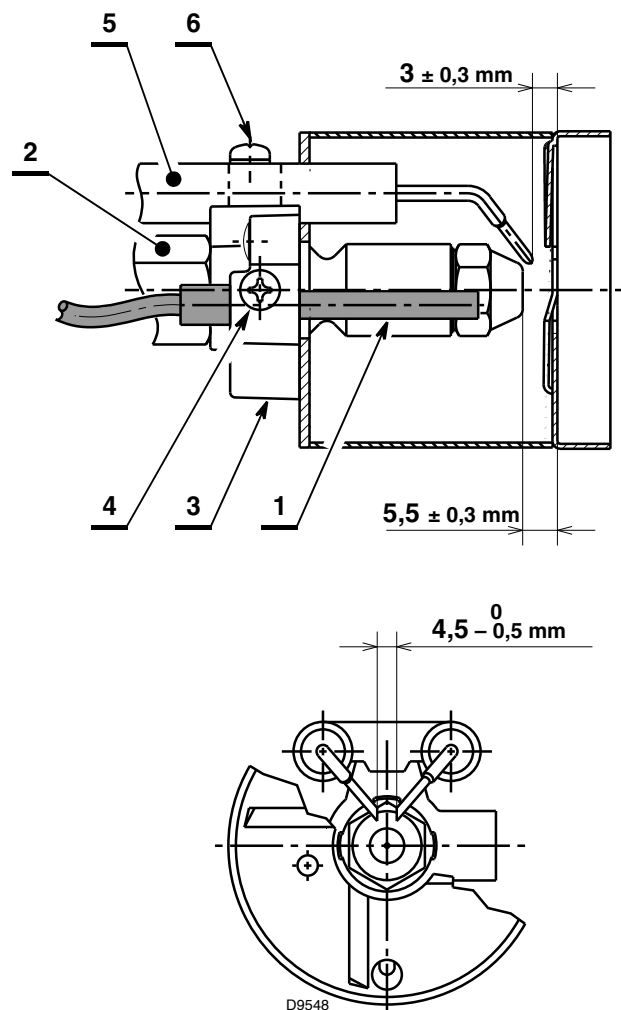

Fig. 17
- appoggiare il gruppo supporto elica 3) (Fig. 17) al portaugello 2) e bloccare con la vite 4).
- inserire la fibra ottica 1) (Fig. 17) nel gruppo supporto elica 3) e assicurandosi che arrivi fino a battuta.